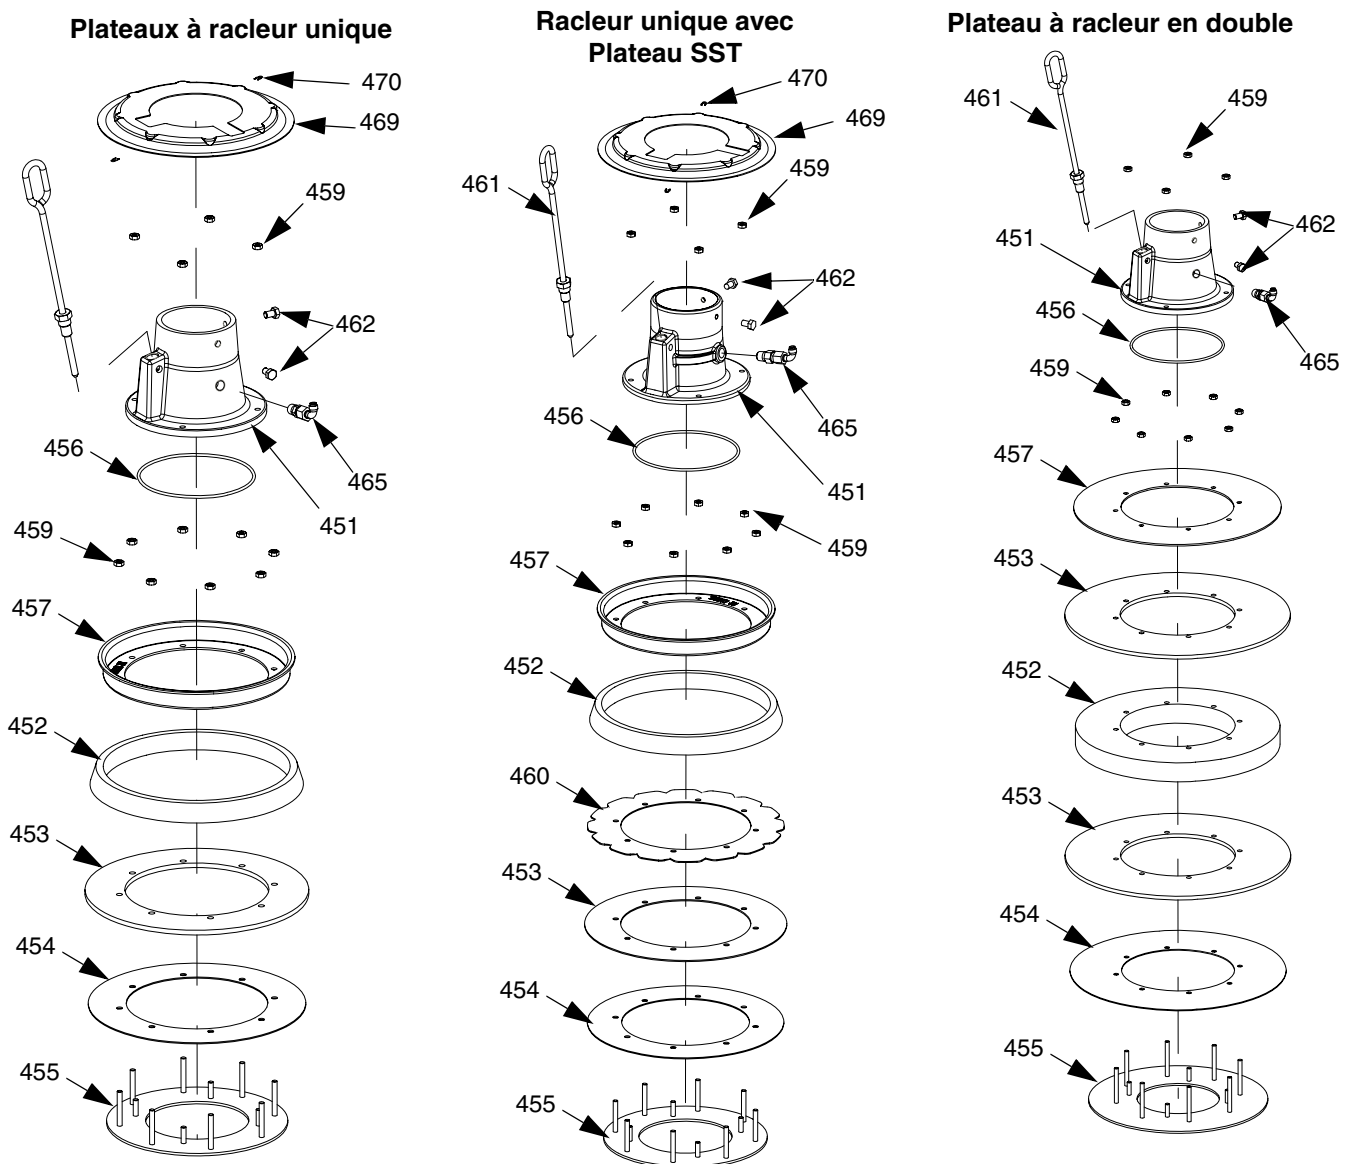

FIG.14 : Assemblages à racleur unique ou en double
1. Démontez les racleurs ; voir FIG.14 :
- a. Pour tous les plateaux à racleur unique : Enlever deux pinces (470) avec des pinces à bec effilé et démonter le couvercle du plateau (469).
- b. Enlever les huit écrous (459) qui rattachent les racleurs au moulage du plateau (451) et démonter les racleurs.
2. Enlever neuf écrous (459) des racleurs.
3. Séparer le plateau supérieur (457), l'entretoise (452), le(s) racleur(s) (453), le support du racleur (454) et le plateau inférieur (455).